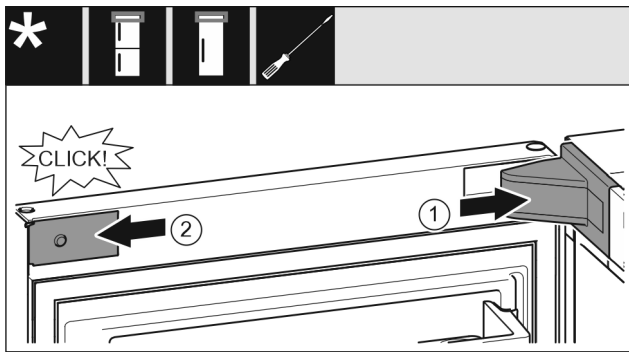

Fig. 27
- ▶ Lagerbockabdeckung Fig. 27 (1) aufsetzen und einrasten, ggf. vorsichtig auseinanderdrücken.
- ▶ Blende Fig. 27 (2) seitlich ansetzen und einrasten.